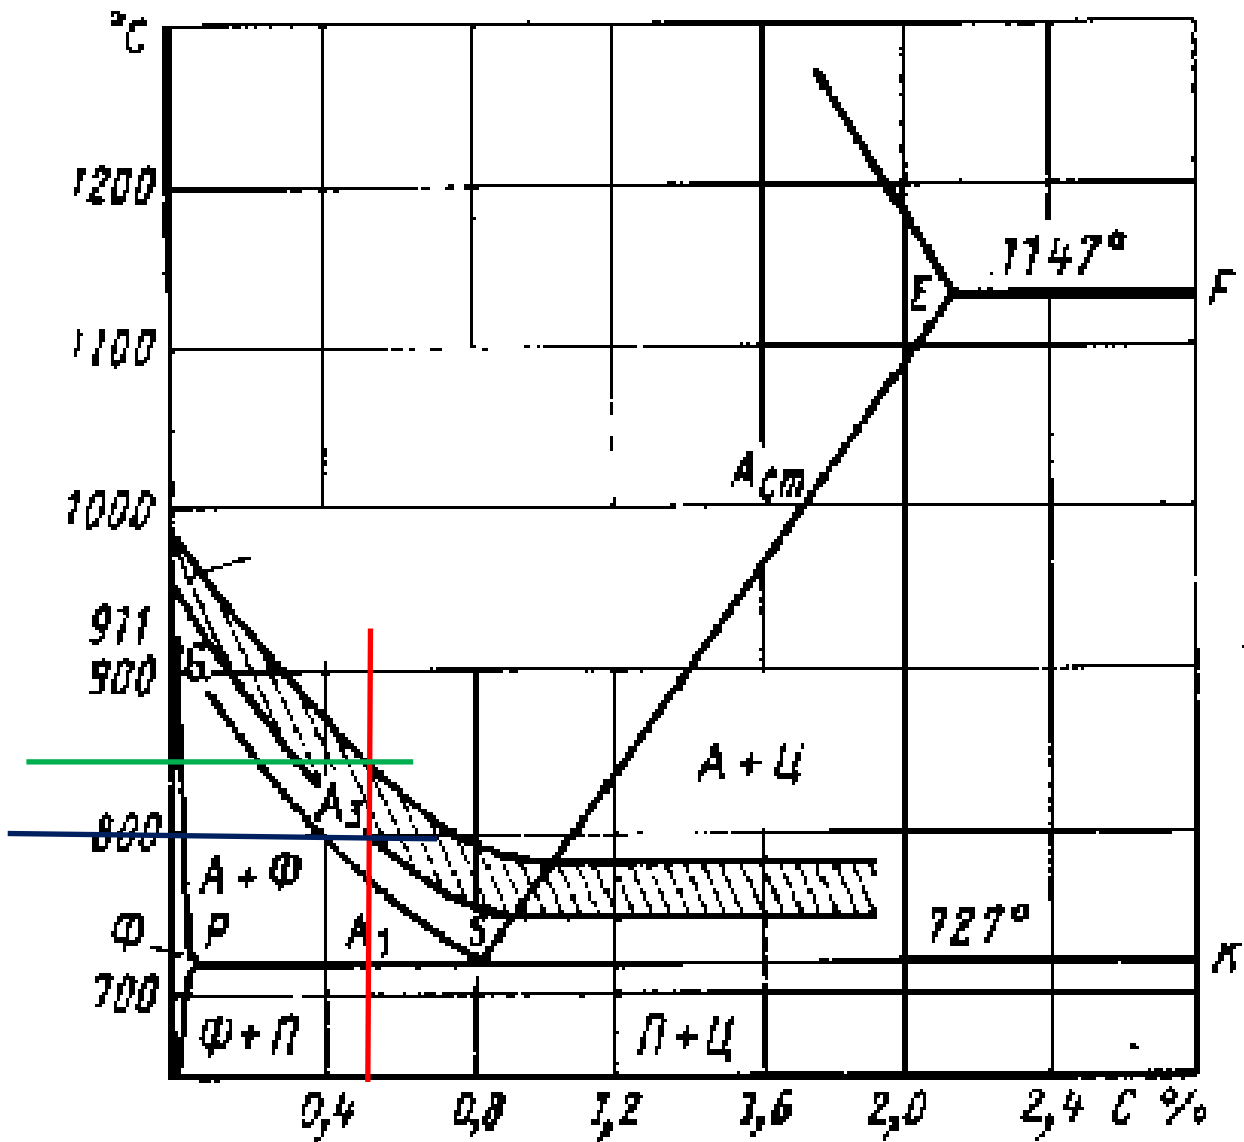

Рис. 5.1. Оптимальний інтервал температур гартування вуглецевих сталей
1. Матеріал валу – сталь 50Х. Гартування полягає в нагріванні деталі до температури 800...850 °С з наступним швидким охолодженні в технічній воді. Інтервал гартувальних температур для сталі 50Х визначаємо по діаграмі «залізо-вуглець» (рис. 5.1). Отримано – 800...850 °С.